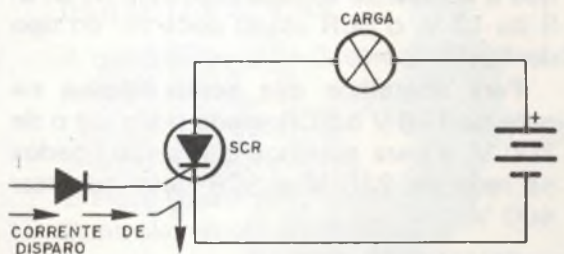

Figura 2
Para disparar o SCR deveremos fazer circular pela comporta (G) uma corrente cujo sentido é indicado na figura 2. Essa corrente, muito mais fraca que a corrente principal que circulará entre o anodo e o